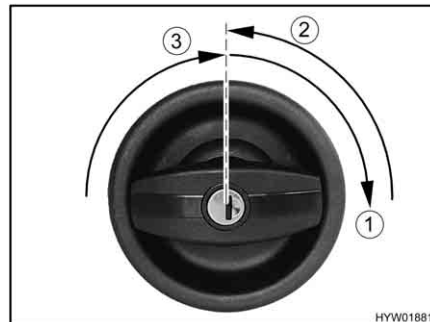

Bild 26 Türschloss Eingangstür, außen, öffnen
- Schlüssel in Schließzylinder stecken und im Uhrzeigersinn drehen (Bild 26,1), bis das Türschloss entriegelt ist.
- Schlüssel in Mittelstellung zurückdrehen (Bild 26,2) und abziehen.
- Türknauf im Uhrzeigersinn drehen (Bild 26,3), bis Türschloss entriegelt ist.